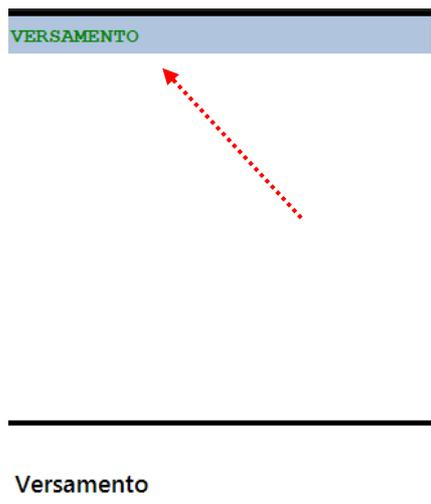

Figura 124: Versamento (messaggio su display)
1. premere sul tastierino numerico l'apposito tasto. Sul display dei totali comparirà un messaggio indicante l'operazione in corso (Figura 124).